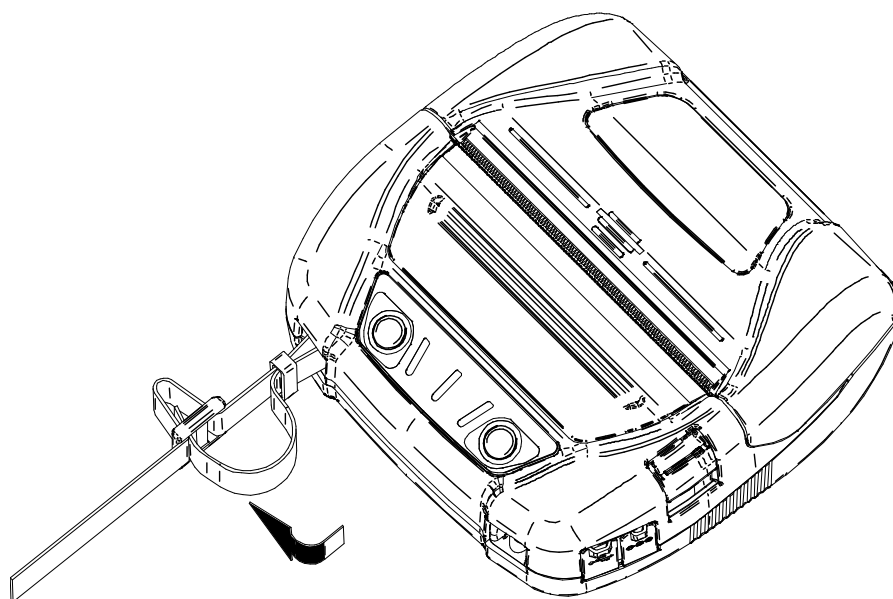

図 14-6 ショルダストラップの取り付け(3)
- ③ 図 14-6のように、ショルダストラップの先端をプリンタから遠い方のアジャスタの穴に通してください。